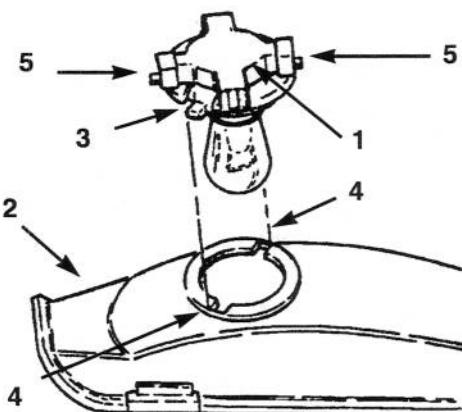

Fig. 18
3. Girate il portalampada di 1/4 di giro in senso antiorario, e toglietelo dal riflettore (Fig. 18).
2. Il portalampada è provvisto di due guide (Fig. 18). Allineate le alette con le guide nel riflettore, inserite il portalampada nel riflettore e giratelo di 1/4 di giro in senso orario, fin quando non si ferma.